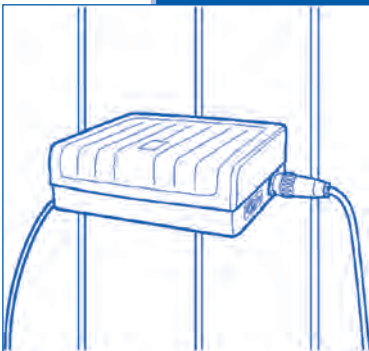

Figura 2
- Cuelgue la unidad de control a la pared (**Figura 2**).